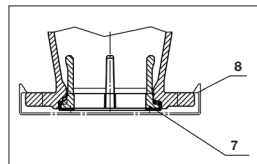
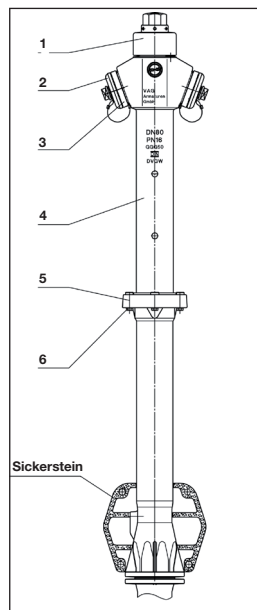

Abbildung 1
Abbildung 2: Hydrant Form AUD
- Vor dem Aufsetzen auf die Rohrleitung Schutzkappe (8) entfernen (Abb. 1).
- Dichtring (7) ist werksseitig unverlierbar eingepresst und dient als Abdichtung zum Rohrleitungsflansch (keine Zusatzdichtung notwendig).
- Vor dem Verfüllen des Rohrgrabens zur sicheren Entleerung des Hydranten einen passenden Sickerstein (Abb. 2) einbauen.
- Nach dem Verfüllen ist ein nachträgliches Ausrichten der Oberen Säule (4) des Hydranten, durch eine spezielle zweigeteilte Losflanschverbindung (5), möglich. Dabei werden die Sechskantschrauben (6) an der Bruchmutterverbindung gelöst und die obere Säule (4) in die gewünschte Position gedreht. Beim Anziehen der Sechskantschrauben (6) ist darauf zu achten, dass zuerst die beiden Schrauben an der Verbindungsstelle der Flanschhälften angezogen werden (maximales Anzugsmoment bei DN 80=25 Nm bei DN 100=38 Nm).
2 Inbetriebnahmen Form AUD (Abb.2)